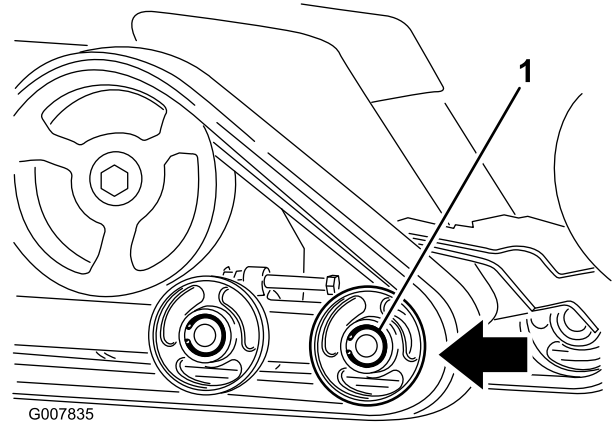

Figura 48
6. Spingete indietro la ruota anteriore non motrice quanto più possibile (Figura 48).
8. Dopo avere liberato il cingolo dalla ruota non motrice, toglietelo dalla macchina (Figura 48).
9. Avvolgete il nuovo cingolo iniziando dalla ruota conduttrice e controllando che i denti del cingolo si posizionino tra i distanziali della ruota stessa (Figura 48).
10. Spingete il cingolo sotto le ruote non motrici (Figura 48).